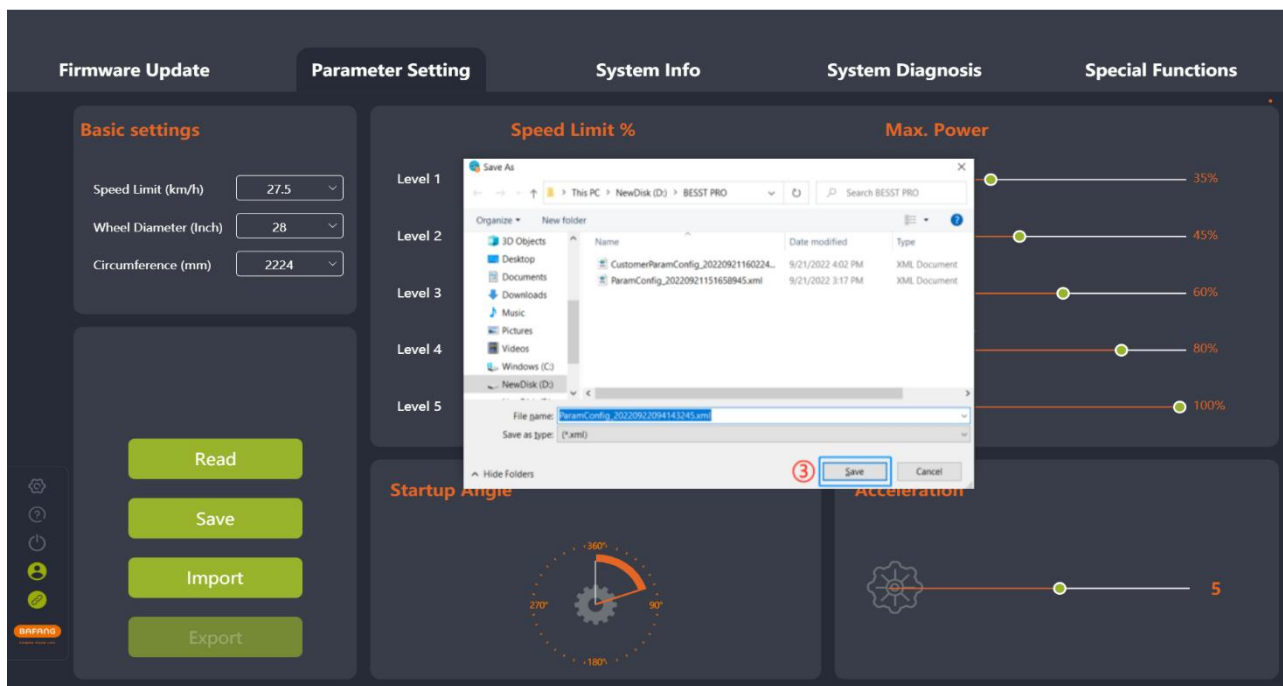

图 5-10 导出
- (2) 将参数界面的配置信息和控制器硬件版本号（用于导入验证）导出成参数配置文件并保存到本地，路径可自主选择，文件名可编辑，例如：ParamConfig_20220922094143245.xml（如图 5-10）。